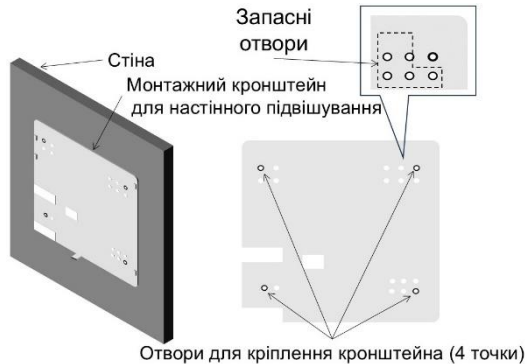

Рис. 3.4.5
- Розмістіть кронштейн на стіні там, де ви хочете його встановити. Далі закріпіть кронштейн за допомогою шурупів по дереву (Рис. 3.4.5).